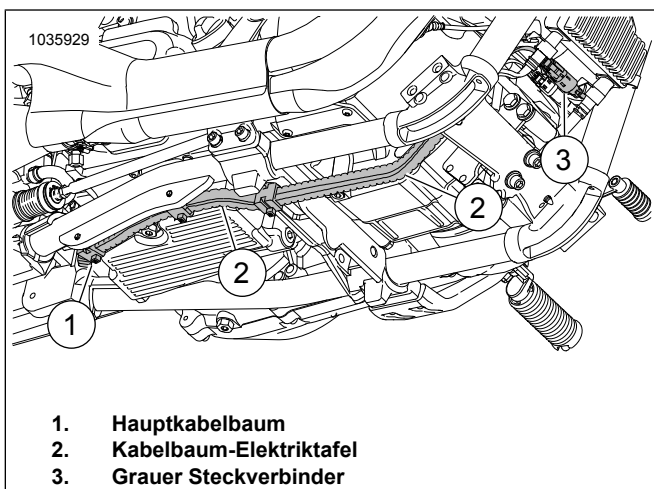

Abbildung 43. Kabelbaum-Elektriktafel
12. Siehe Abbildung 43. Den Steckverbinder des grauen Kabelbaums aus dem hinteren Batteriefach führen:
- a. Den Hauptkabelbaum (1) finden, der zur Kabelbaum-Elektriktafel (2) führt.
- c. Die Farben der Steckverbinder (3) müssen übereinstimmen: Grau mit grau verbinden.
- d. Bei Bedarf den Kabelbaum an der Innenseite der Kabelbaum-Elektriktafel (2) mit Kabelbindern befestigen.